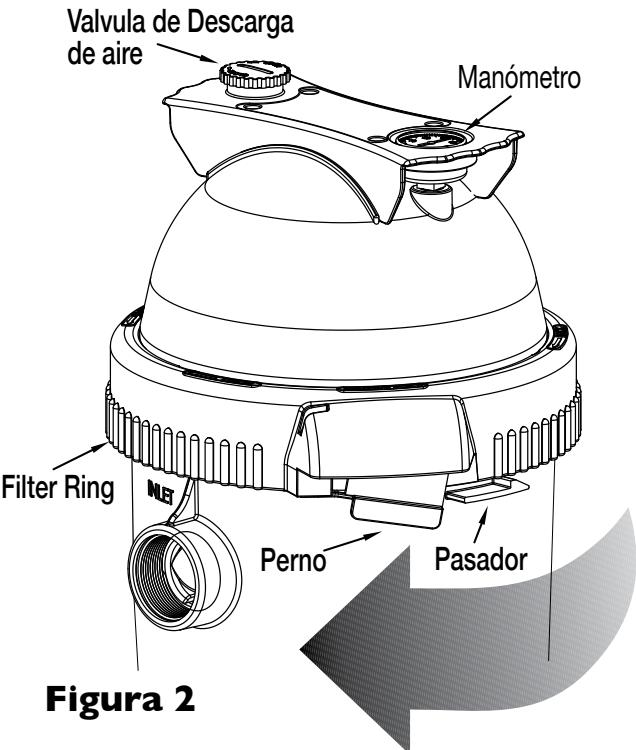

Figura 2
1. Trabe el filtro de aro firmemente en posición haciéndolo girar HACIA LA DERECHA hasta que haga "clic", después del pasador de seguridad (Consulte la Figura 2). Deja de girar en el momento en que el
2. Instale el manómetro y la válvula de descarga de aire (Consulte la Figura 2) en la tapa del tanque.
- C. Haga girar el filtro de aro hacia la derecha hasta que se trabe detrás del pasador de seguridad (Consulte la Figura 2).